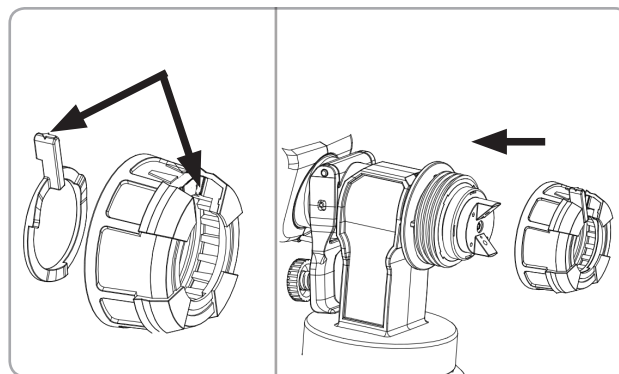

Fig.7
- Introduceți pârghia de reglare a lățimii jetului în piulița de îmbinare. (Fig. 7)
- Înșurubați piulița unită. (Fig. 7)